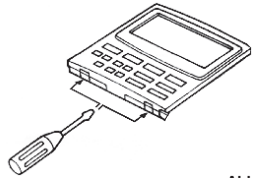

Abb. 3-116
- (1) Die Abdeckung der optionalen Kabelfernbedienung abnehmen. (Abb. 3-116)